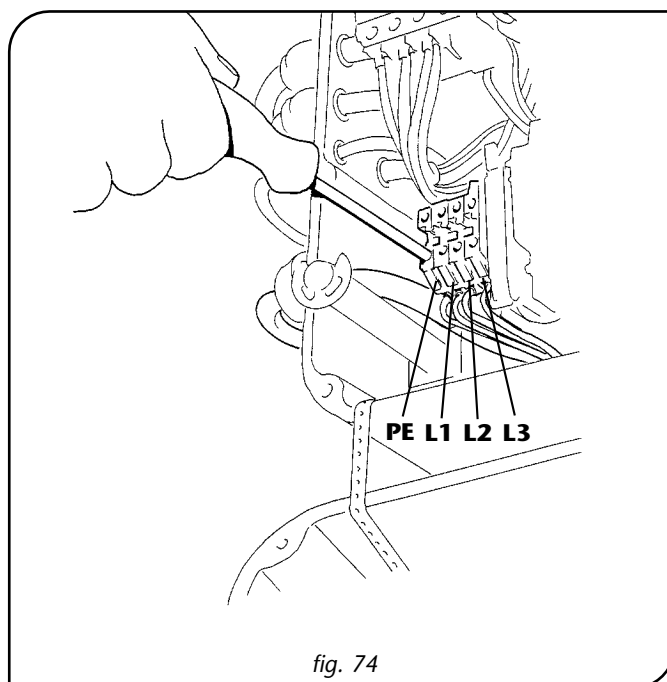

fig. 74
5. Effettuare il collegamento del cavo quadripolare di linea nei rispettivi morsetti -L1-L2-L3-, collegando il conduttore giallo/verde al morsetto (PE) di terra ed avendo cura di serrare a fondo i morsetti in modo da evitare contatti incerti (fig. 74).